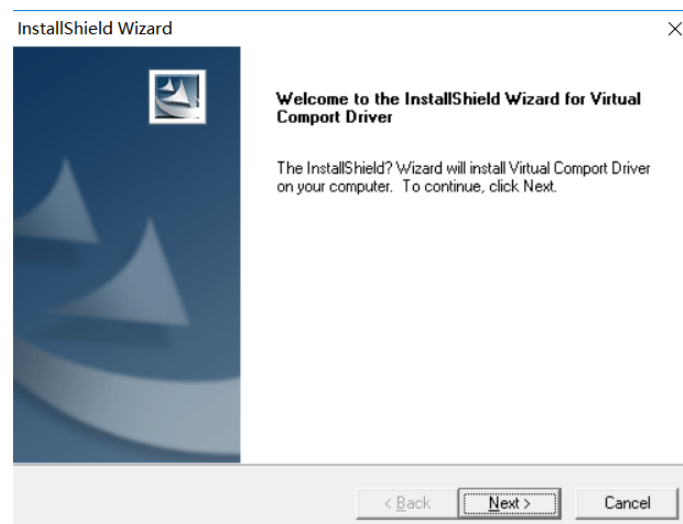

图 4.7 驱动安装
1. 根据电脑系统版本及系统位数选择合适的驱动版本进行安装，点击 **Next**，如图 4.7 所示。